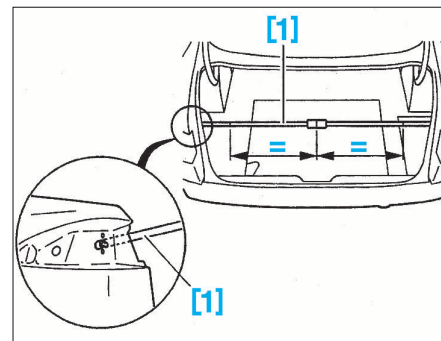

FIG. 70
- Poser le panneau d'aile à l'aide de l'outil de rapprochement d'ailes [1] (Fig.70).